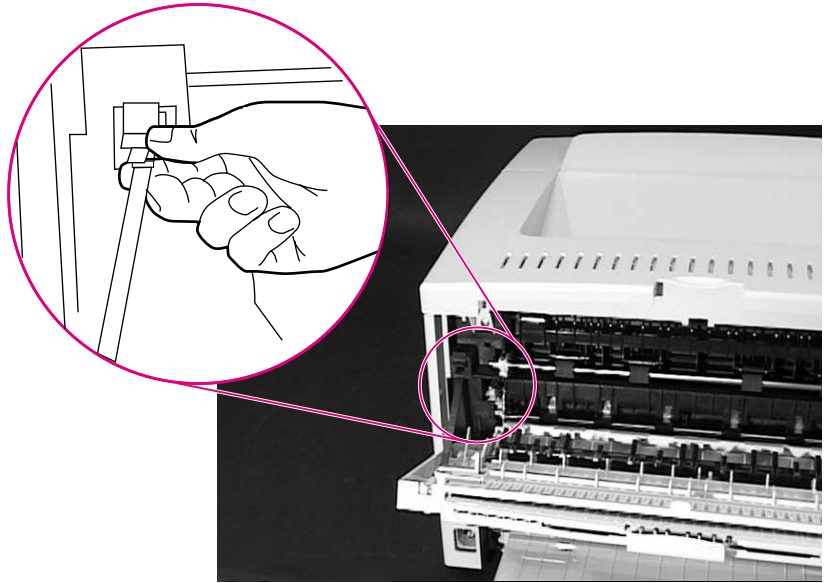

Abbildung 17 Entfernen des Haltebands (Rückansicht des Druckers)
- a. Greifen Sie die Sicherungsklemme am oberen Ende des Haltebandes mit Daumen und Zeigefinger (Abbildung 17).